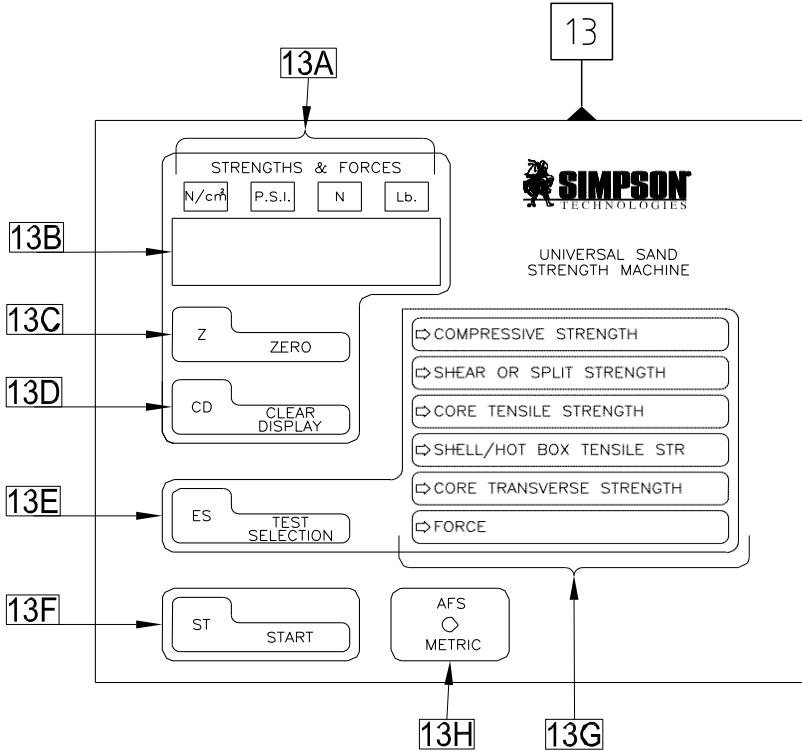

Figure 6: Appareil Électronique Universel de Mesure de la Résistance du Sable (Modèle 42104) – Détail du Panneau électronique
10. Pressez le bouton « ES - TEST SELECTION » (Sélection de l'essai) (Figures 6, N°13E) jusqu'à ce que la flèche pointant vers « SHELL/HOT BOX TENSILE STR » (Résistance à la traction – Sables à noyaux / Boîte à Essais Thermiques) s'illumine.
11. Réinitialisez l'affichage numérique en pressant le bouton « Z – Zero » (Zéro) (Figure 6, N°13C). L'afficheur numérique affichera zéro.
17. Démarrez la minuterie en appuyant sur la touche « START TIME » de l'Unité de Commande de l'Accessoire pour Essai de Résistance à la Traction à Chaud (Sables enrobés) (Figure 2, N°3). Lorsque le temps de durcissement prédéfini s'est écoulé, l'Appareil Électronique Universel de Mesure de la Résistance du Sable commence automatiquement à appliquer une charge à l'éprouvette de sable. Il continuera à augmenter la charge de traction jusqu'à ce que l'éprouvette de sable se brise. Le bras de serrage mobile reviendra alors à sa position initiale et la valeur de résistance à la traction sera affichée sur l'écran numérique (Figure 6, N°13B). Les unités de mesure seront affichées en psi ou N/cm², selon la programmation définie à l'aide de l'interrupteur de mode de fonctionnement (AFS ou métrique).
19. Une fois la plaque chauffante supérieure relevée et la valeur de résistance enregistrée à partir de l'afficheur numérique, pressez la touche « CD-CLEAR DISPLAY » (Figure 6, N°13D) puis la touche « Z-ZERO » (Figure 6, N°13C). Cette séquence permettra de réinitialiser l'appareil de mesure pour le prochain essai.